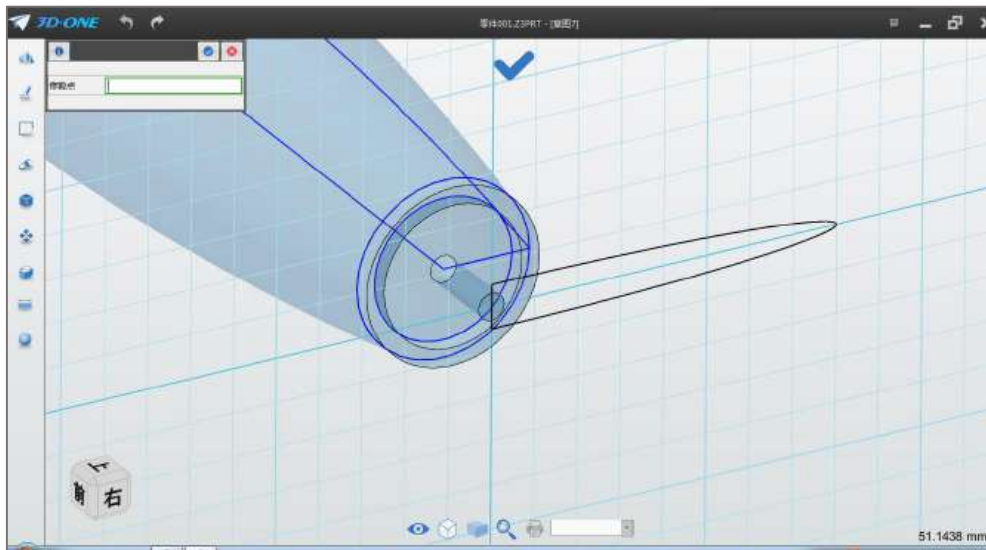

图 2-10
Step 10 点击裁剪命令 ，点击裁剪左半部分椭圆，如下图 2-10 所示：